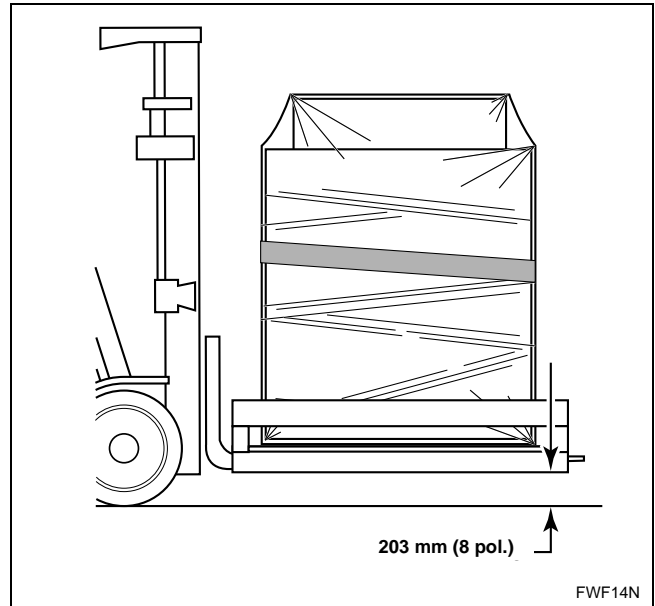

Figura 4
3. Use a empilhadeira para levantar cuidadosamente a passadeira embalada. Consulte a *Figura 4*.